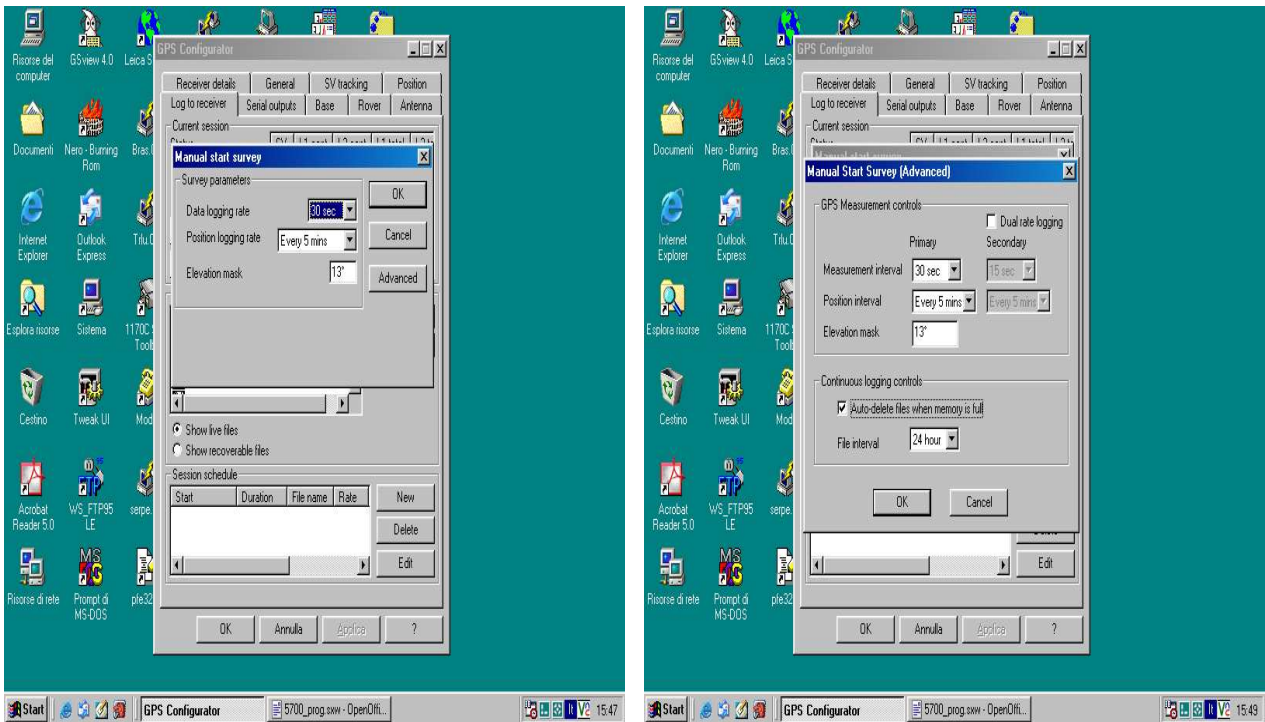

Fig. 7 – Voci Start data logging ed Advanced del programma *GPS_Config*.
- 4) dopo aver aggiustato, a seconda delle esigenze, l'opzione *Data logging rate* cliccare sull'opzione *Advanced* all'interno della finestra stessa, (Fig. 7) a cui segue l'apertura di una seconda finestra, all'interno della quale è possibile aggiustare l'opzione *File interval* (24h per sessioni della durata di 1 giorno): e dopo aver attivato, se lo si ritiene necessario, la modalità *auto delete file when memory is full*, selezionare l'opzione *OK* in basso a sinistra per avviare l'acquisizione (Fig.7).